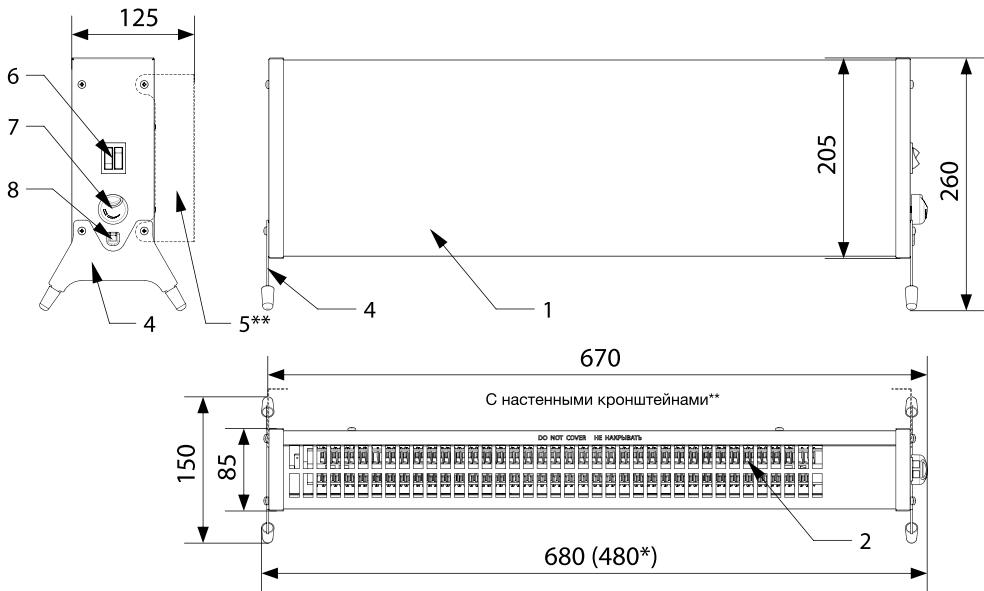

Рисунок 1. Габаритный чертеж и элементы конструкции электрического обогревателя.
- Конвектор (см. рис. 1) представляет собой металлический корпус, состоящий из передней панели (1) и задней панели (3). Внутри корпуса на шасси расположен электронагревательный элемент (на чертеже не показан). На корпус устанавливаются опоры (4) или настенные кронштейны (5) (только для 60-0122, 60-0123). На боковой поверхности корпуса расположены рокерный переключатель (клавишный выключатель) с подсветкой (6) (два переключателя для исполнений 60-0122, 60-0123) и ручка термостата (7).